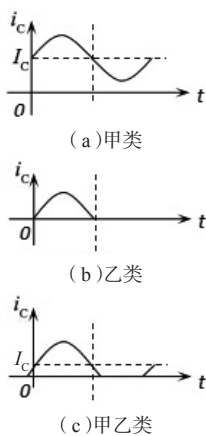

图 3-20 功放工作状态分类
根据功放管静态工作点的不同,常用功率放大器可分为甲类、乙类和甲乙类三种,如图 3-20 所示。
(1)甲类功率放大电路。功放管工作在甲类状态,即在输入正弦波信号的一个周期内,功放管都处于放大区内,因而输出的是没有失真的完整信号,如图 3-20(a)所示。该电路静态电流大、损耗大、效率低(通常约为 30%,最高只能达到 50%)。
(2)乙类功率放大电路。功放管工作在乙类状态,即在输入正弦波信号的一个周期内,功放管半个周期工作在放大区,半个周期工作在截止区,放大电路只有半个周期信号输出,如图 3-20(b)所示。乙类功率放大电路的静态电流为零,故损耗小、效率高,但非线性失真严重。如果采用两个不同类型的三极管组合起来交替工作,则可以放大输出完整的全波信号。
(3)甲乙类功率放大电路。功放管工作在甲乙类状态,即在输入正弦波信号的一个周期内,功放管大部分时间工作于放大区,少部分时间工作于截止区,输出信号存在明显的失真,如图 3-20(c)所示。甲乙类功率放大电路的静态电流较小,效率也比较高。